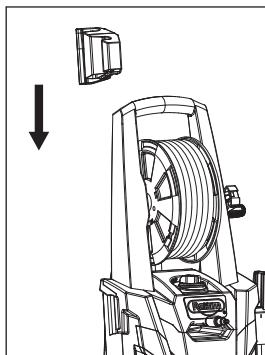

Figure 3 - Fixer le crochet de rangement
- Fixer le crochet de rangement (voir la figure 3).